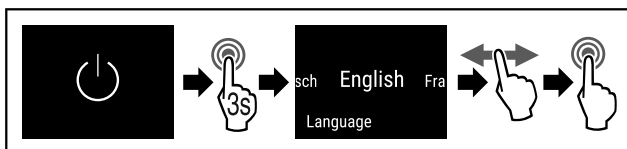

Fig. 49
- ▶ Følg anvisningene (se Fig. 49).